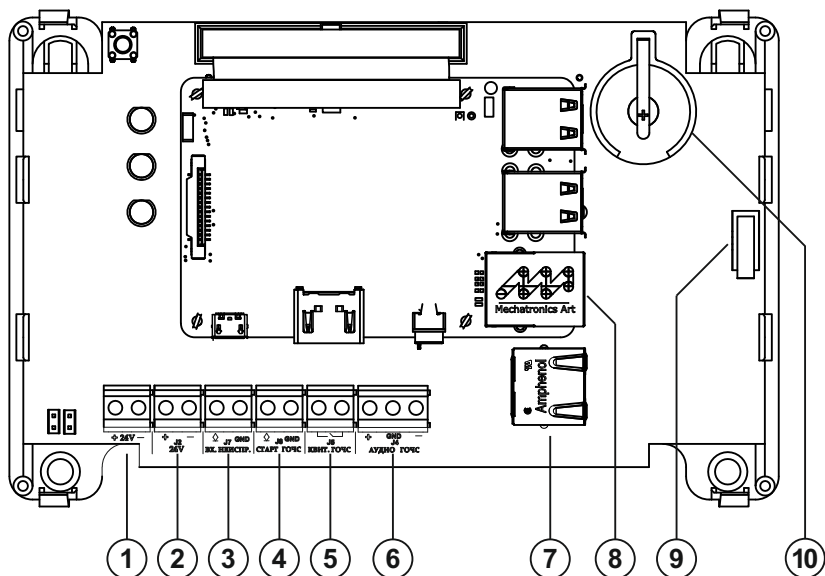

Рисунок 2
| Номер нарисунок 2 | Обозначение               | Назначение                                                                                              |
- б) извлечь элемент питания (рисунок 2), удалить изолирующую пленку, установить элемент питания обратно;